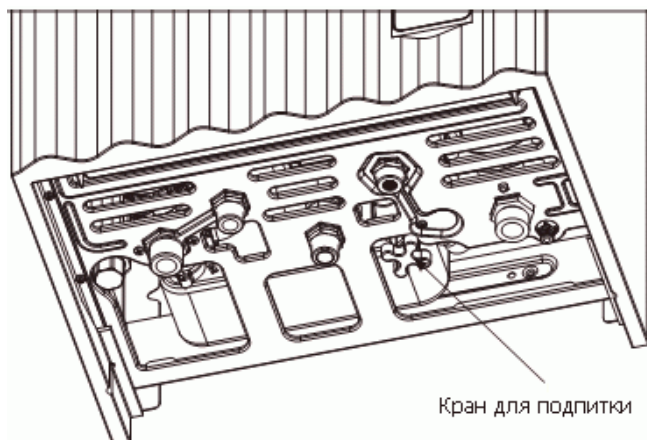

Рис. 2
- Для подачи воды в котел поверните ручку крана заполнения системы (Рис. 2) против часовой стрелки и держите кран открытым, пока на дисплее не отобразится значение давления 1÷1,3 бар;